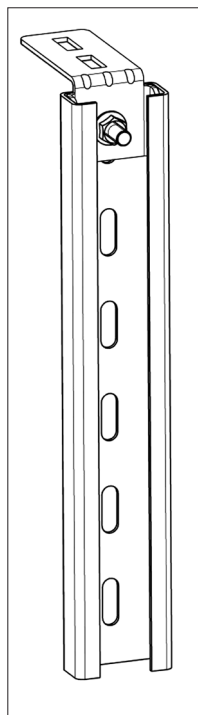

Рис. 15.1.
- Перед установкой подвеса необходимо произвести его подсобку (рис. 15.1), для чего выполнить следующие операции:
- 2) установить подставку подвеса (рис. 15.1) до упора в потолок, произвести разметку отверстия для установки дюбеля;